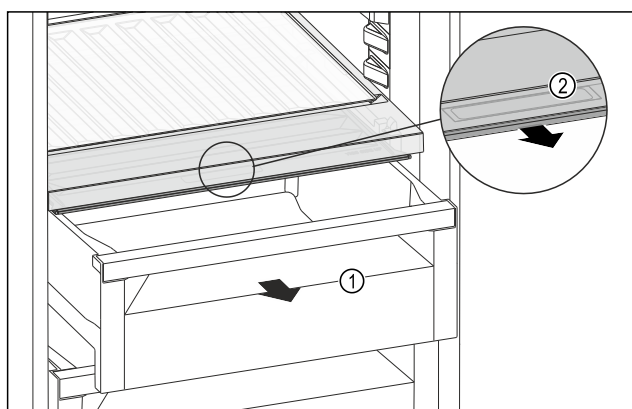

Fig. 183
- Estrarre il cassetto Fig. 183 (1).
- Afferrare la maniglia incassata Fig. 183 (2) sul coperchio dello scomparto e tirare allo stesso tempo in avanti il coperchio dello scomparto.